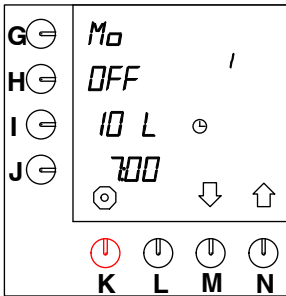

Fig. 33 Forhåndsprogrammerte innstillinger (ikke aktiverte)
Det er fjorten forhåndsprogrammerte "time settings" for alle ukedagene. Så snart disse er aktivert gjennom prosedyren som beskrives nedenfor, vil de bare være aktive og synlige i brukermodus. Alle innstillingene kan gjøres etter ønske. De fjorten innstillingene er som standard (fig. 33):
- Trykk på valgtasten (N.)↑ inntil fig.33 vises på displayet.